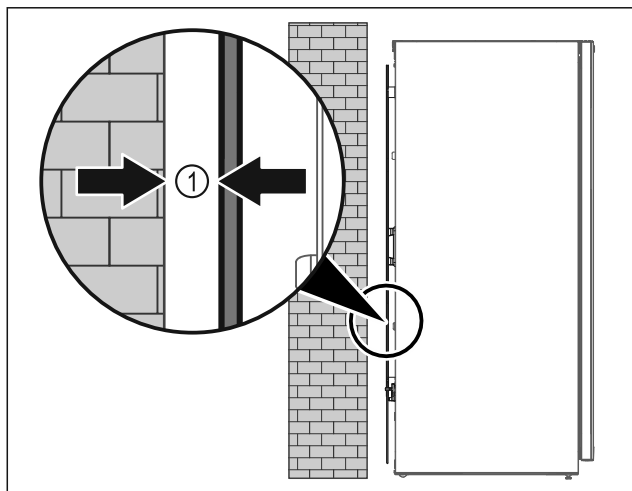

Fig. 9
► Állítsa fel a készüléket szabadon a helyiségben, vagy közvetlenül a fal mellé legalább 5 mm Fig. 9 [1] minimális távolságban.